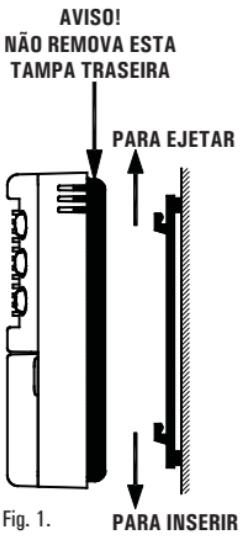

Fig. 1.
1. Desenganche a chapa de parede acoplada sob a base do cronotermóstato como indicado na Fig. 1.